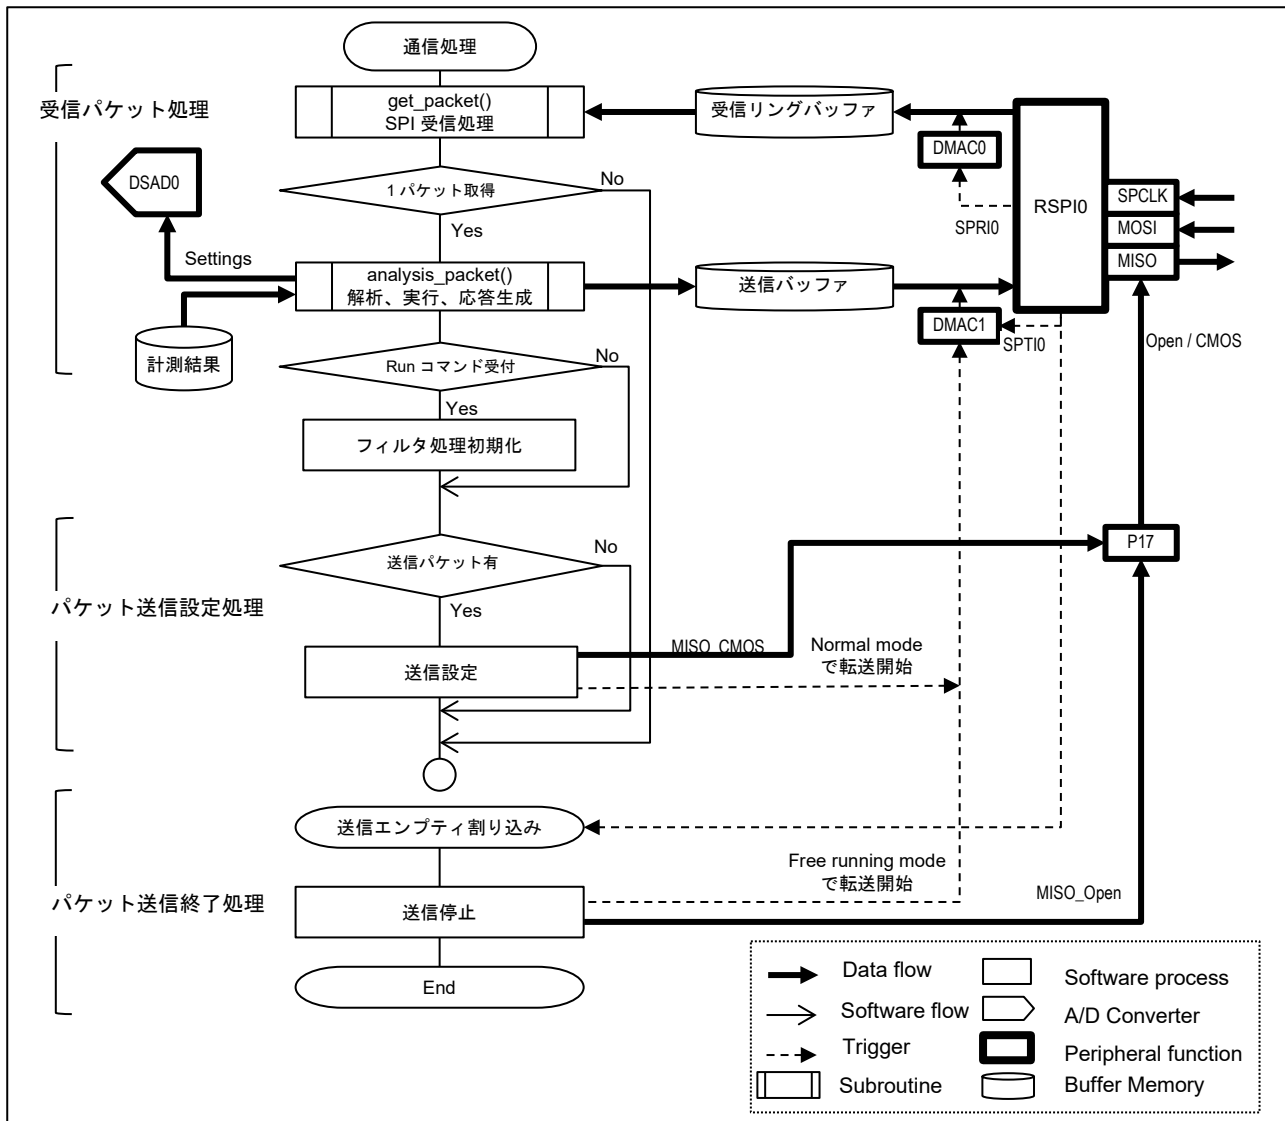

図 7-4 通信処理フロー
7.1.1 ホスト-計測ユニット間通信に基づきホスト通信処理を行い、計測動作の開始、および計測結果の送信を行います。通信処理のフローを図 7-4 に示します。